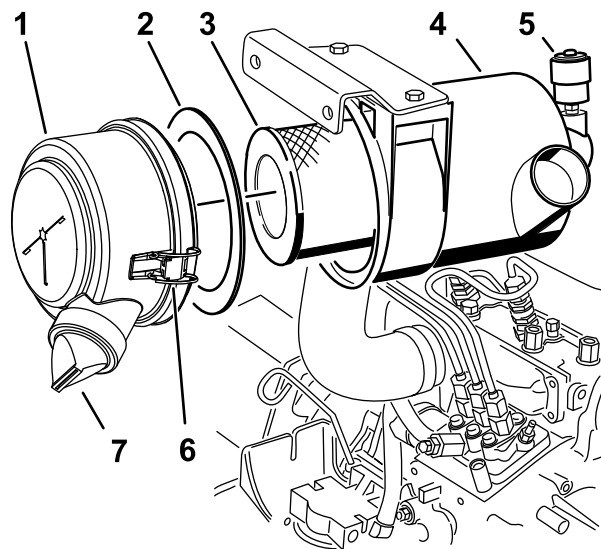

図 30
3. エアクリーナの整備はインジケータが赤色になっていたら、または 400 運転時間ごと非常にホコリのひどい場所で使っている場合にはよりひんばんに行ってください 図 30。